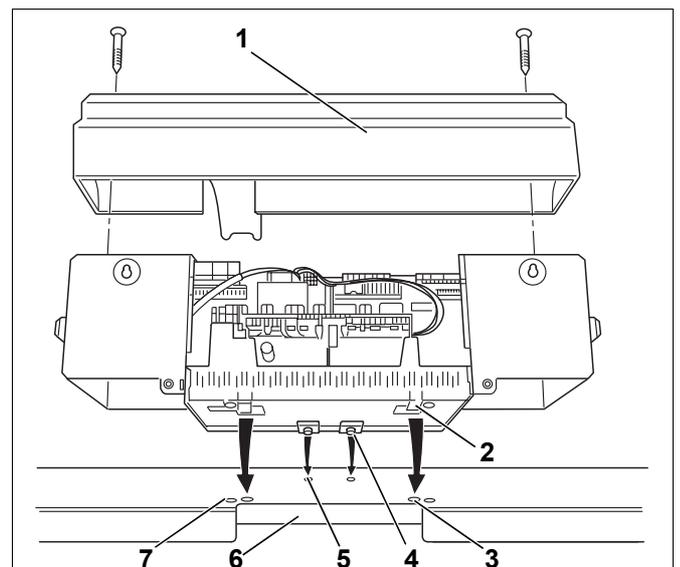
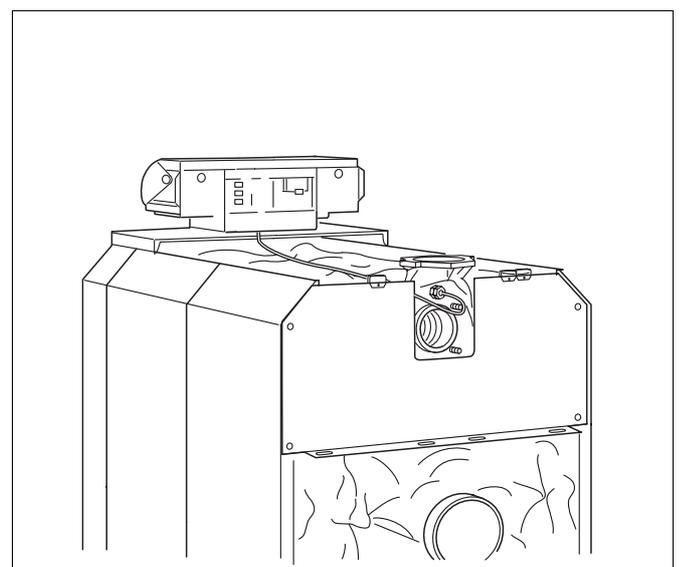

Bild 60 Regelgerät montieren
Bild 65 Heizkessel mit montiertem Regelgerät
In Abbildung 60 sind das Regelgerät und die vordere Abdeckhaube „A“ von hinten dargestellt.
- ▶ Die beiden Schrauben in der Klemmenabdeckhaube (Bild 60, **Pos. 1**) lösen. Klemmenabdeckhaube nach oben entfernen.
- ▶ Regelgerät aufsetzen. Regelgerät vorne mit den Einschlebehaken (Bild 60, **Pos. 4**) in die ovalen Bohrungen der vorderen Kesselhaube einsetzen (Bild 60, **Pos. 5**). Regelgerät nach vorne ziehen und anschließend nach hinten abkippen. Die elastischen Haken (Bild 60, **Pos. 2**) müssen hinten in den rechteckigen Öffnungen der vorderen Kesselhaube einrasten (Bild 60, **Pos. 3**).
- ▶ Sockel des Regelgerätes links und rechts des Kabeldurchgangs (Bild 60, **Pos. 6**) auf der vorderen Kesselhaube mit zwei Blechschrauben anschrauben (Bild 60, **Pos. 7**).
- ▶ Klemmenabdeckhaube (Bild 60, **Pos. 1**) mit zwei Blechschrauben wieder am Regelgerätesockel anschrauben (Bild 65).